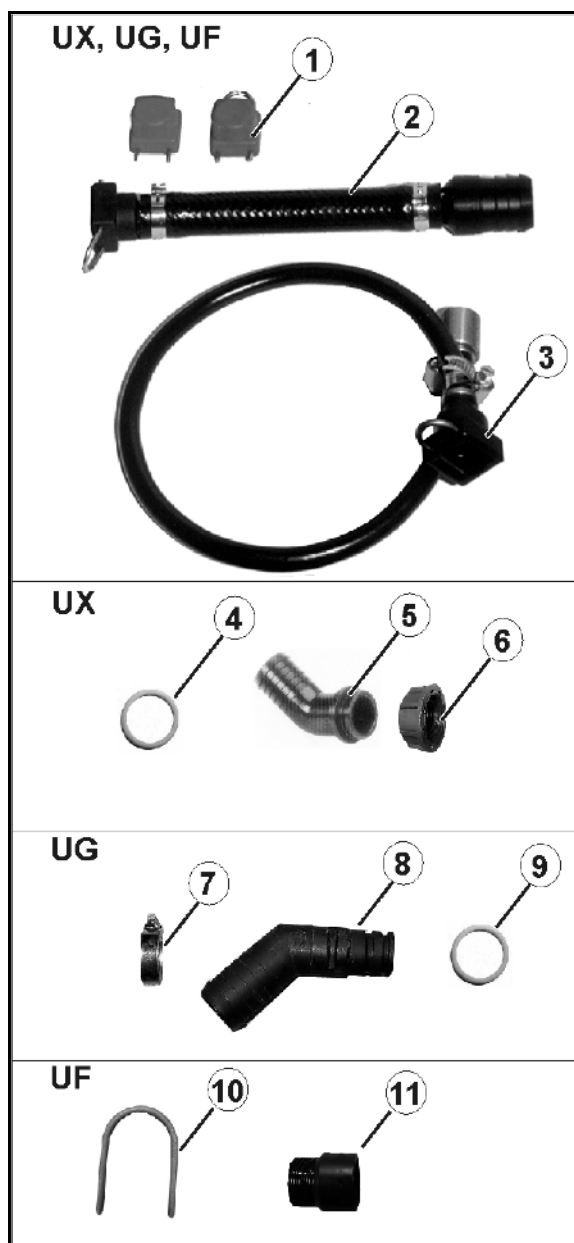

Fig. 177
2. Tilkoblingen på gjennomstrømningsmåleren (Fig. 177/2) forbindes med en delbreddeventil og kobles deretter til kontrollapparatet